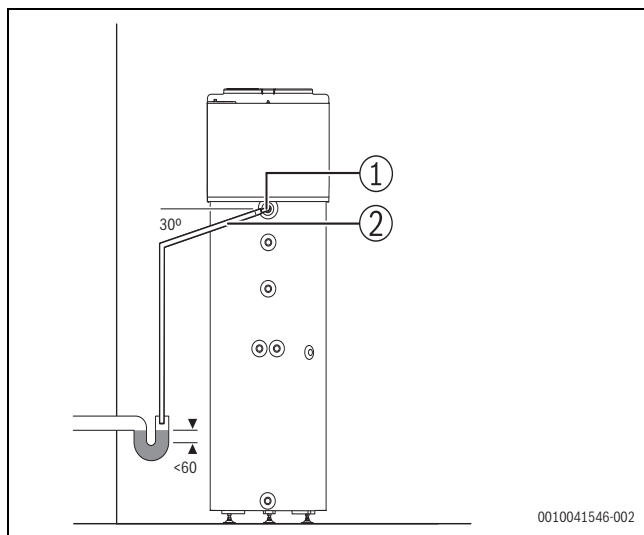

Fig. 12 Collegamento dello scarico della condensa
- ▶ Collegare un tubo flessibile Ø 16 ([2], Fig. 12) al nipplo di plastica ([1], Fig. 12).
- ▶ Collegare il tubo flessibile a un sifone in modo che la condensa possa fluire liberamente (Fig. 12).